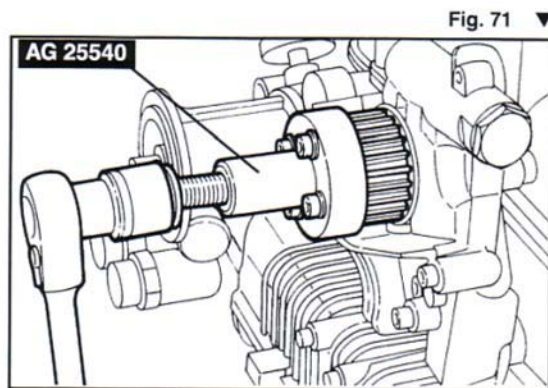

Fig. 71 ▼
- svitare il filtro olio, quindi estrarre l'ingranaggio distribuzione utilizzando l'attrezzo AG 25540 (**Fig. 71**);
- unscrew the oil filter, take out the timing gear using tool AG 25540 (**Fig. 71**);